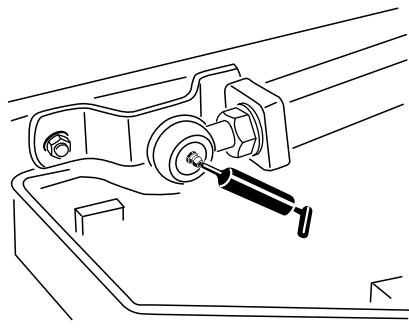

Figura 66
- Duas rótulas do braço de elevação (Figura 66)